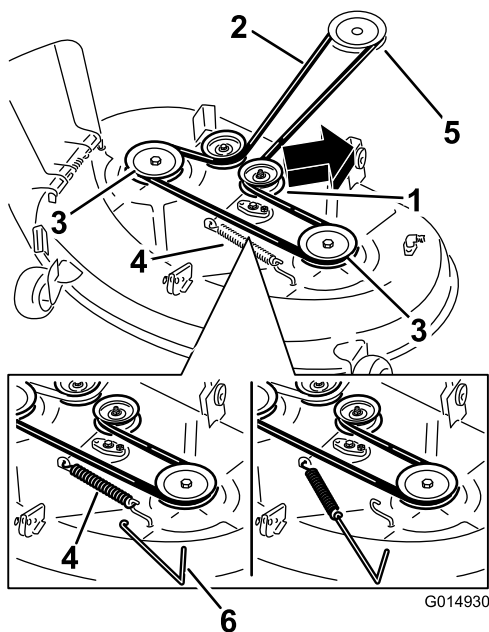
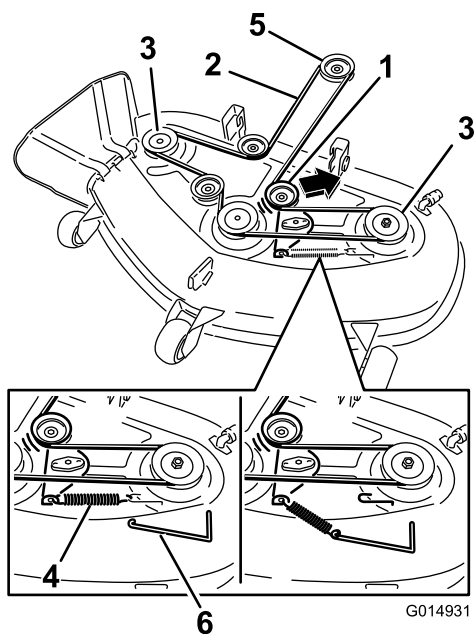

Figura 59
Figura 60
6. Utilize um removedor de molas (peça Toro n.º 92-5771), remova a mola intermédia do gancho da plataforma para retirar tensão da polia intermédia e role a correia para fora das polias (Figura 59 e Figura 60).
8. Utilize um removedor de molas, instale a mola intermédia por cima do gancho da plataforma para colocar tensão na polia intermédia e na correia do cortador (Figura 59 e Figura 60).
7. Coloque a nova correia em redor da polia do motor e nas polias do cortador (Figura 60).